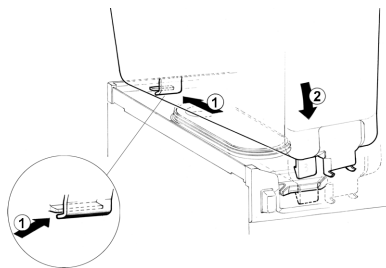

figure 7
**5** Placer le réservoir sur l'appareil. Pour faciliter cette opération, mouiller avec de l'eau le joint du réservoir. Veuillez contrôler que le crochet sur le côté postérieur de la cuve est bien placé dans son siège sur l'égouttoir supérieur. (voir figure 7).